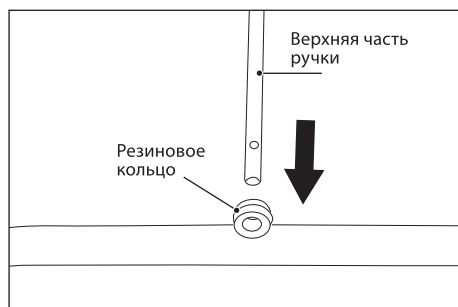
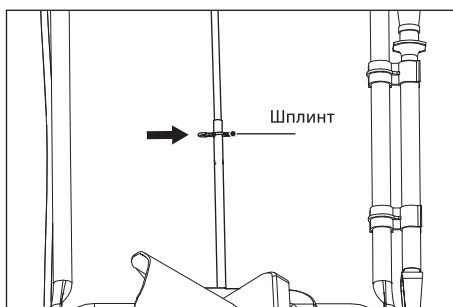

Рис. 7
Рис. 8
- Проденьте верхнюю часть ручки (рис. 7) через кольцо на средней стойке. Соедините верхнюю часть рукоятки с нижней и зафиксируйте их шплинтом (рис. 8).